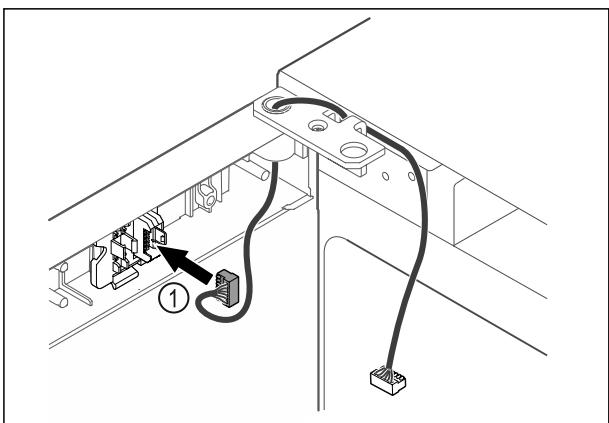

Fig. 48
- Τοποθετήστε το φίς Fig. 48 (1) στο στήριγμα του φίς.